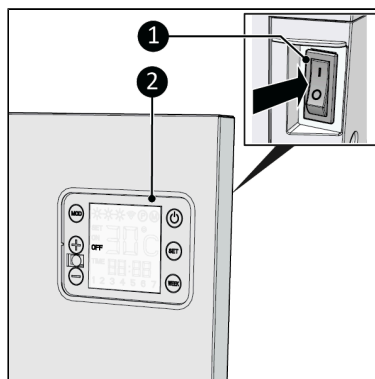

Abbildung 47.
1. Stellen Sie den EIN/AUS-Schalter auf EIN (Abbildung 47, Pos. 1).
2. Die Anzeige (Abbildung 47, pos. 2) zeigt EIN an.